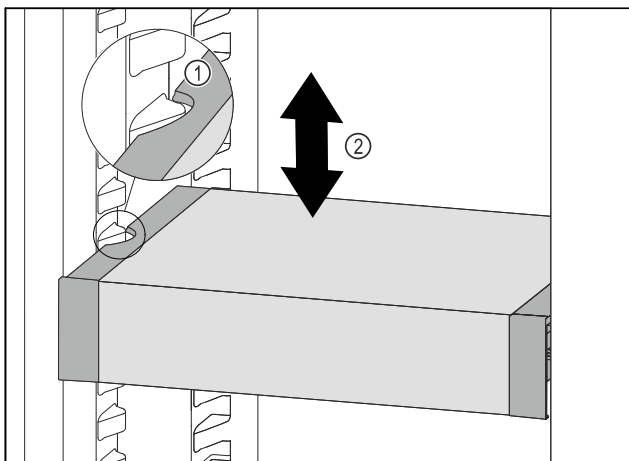

Fig. 58
- Tirer le VarioSafe vers l'avant jusqu'à ce que les encoches latérales du VarioSafe soient à la hauteur de la nervure du bac dans la partie réfrigérateur. Fig. 58 (1)
- Déplacer le VarioSafe vers le haut ou vers le bas dans la partie réfrigérateur jusqu'à ce que la hauteur souhaitée soit atteinte. Fig. 58 (2)